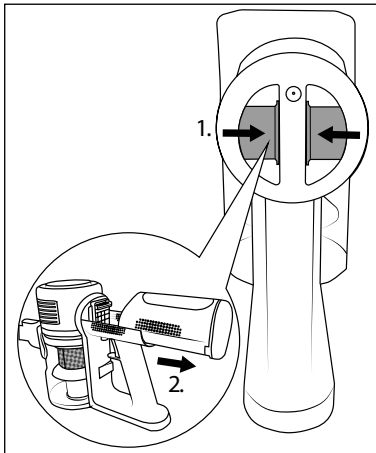

Abb. 12
- ◆ Um den Akku ② vom Gerät zu entfernen, halten Sie die Akku-Entriegelung ① gedrückt und ziehen Sie den Akku ② aus dem Gerät (siehe Abb. 12).